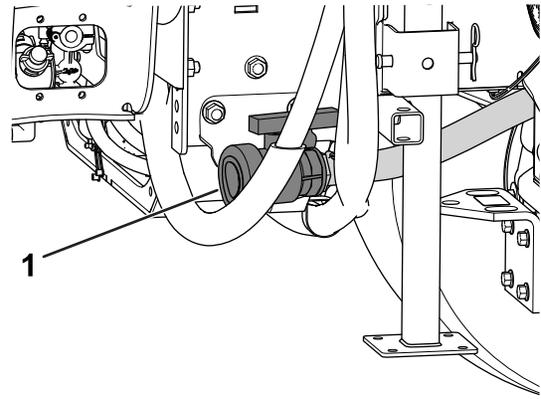

Bild 76
2. Ermitteln Sie das Ablassventil des Behälters an der rechten Seite der Maschine (Bild 76).